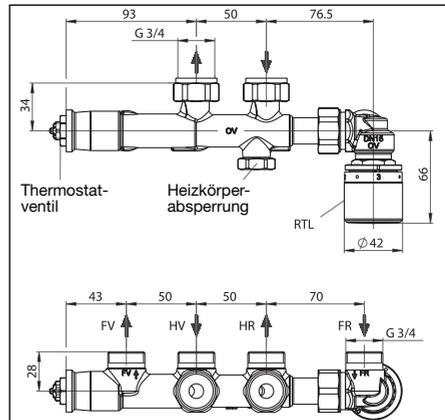
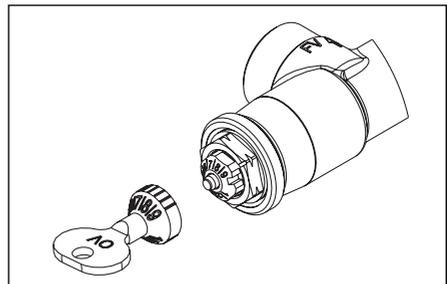

Abb. 3 Abmessungen Anschlussarmatur
Abb. 10 Voreinstellung Thermostatventil
Der Heizkörper ist unter Beachtung der Einbaumaße (Abb. 3) zu befestigen. Hierzu ist zudem der spätere Wandaufbau (z.B. Fliesen) zu berücksichtigen. Die Rohrleitungen des Heizkreises entsprechend abblängen.
Vor der Inbetriebnahme muss die Anlage aufgefüllt und entlüftet werden. Dazu ist zunächst die Voreinstellung des Thermostatventils in die größte Position zu drehen (Voreinstellung '9', Abb. 10).
Das Thermostatventil (Abb. 3) auf die berechnete Voreinstellung mit Gabelschlüssel SW 13 oder mit Spezialschlüssel einstellen (Abb. 10).
Den Rücklauf­temperatur­begrenzer (Abb. 3) auf den festgelegten Sollwert (Werk­ein­stellung: 3 ≈ ca. 30 °C) einstellen.
2. Schutzkappe von der Heizkörperabsperung (Abb. 3) entfernen.